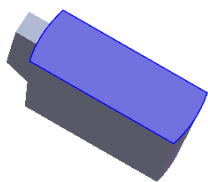
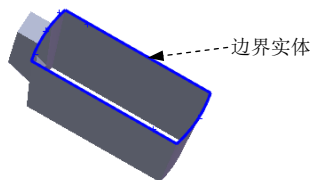

图 5.11.12 曲面-基准面 2
图 5.11.13 选取边界实体
Step8. 创建图 5.11.12 所示的零件特征——曲面-基准面 2。选择下拉菜单 **插入(I)** → **曲面(S)** → **平面区域(P)...** 命令，系统弹出“平面”对话框；在 **边界实体(B)** 区域中选取图 5.11.13 所示的边线作为边界实体；单击对话框中的 **✓** 按钮，完成曲面-基准面 2 的创建。